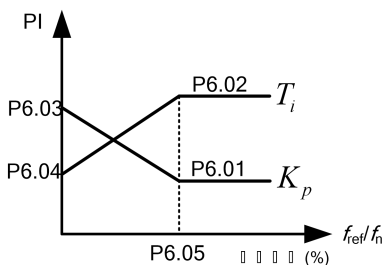

图 5-4 比例增益和积分时间随频率变化示意图
- ◆ 当在低速或高速运行时，如果发生与机械共振引起的振动，请切换低速和高速的增益。如图 5-4 所示，可通过输出频率来切换比例增益 P 和积分时间 I 。当输出频率在切换频率 P6.05 以上时，比例系数 P6.03 过渡为 P6.01、积分时间 P6.04 过渡为 P6.02。当 P6.05=0 时， $P=P6.01$ 、 $I=P6.02$ 为固定，P6.03、P6.04 无效。通常无需设定 P6.03、P6.04、P6.05，即 P6.05=0，P6.03、P6.04 不起作用。